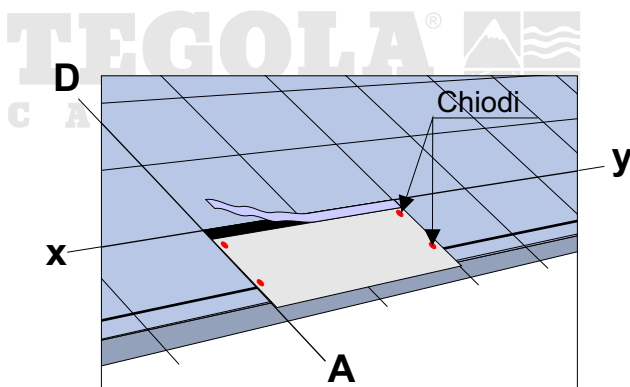
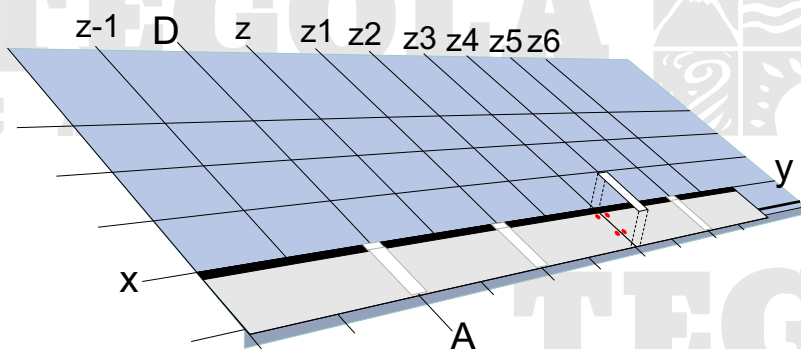
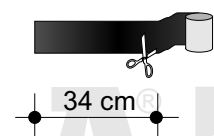

Fig. 4 - Posa della prima tegola Compact
Fig. 6 - Applicazione del Compact Strip
Fig. 7 - Taglio del "Compact Strip"
- La posa della prima fila di tegole inizia allineando la tegola ZT zinco titanio Compact alla linea centrale AD (fig. 4) e chiodare come in figura 5;
- Prima di procedere con la posa della seconda fila di tegole togliere la protezione della fascia autoadesiva (fig. 4), e, preparati dei pezzi da 34 cm di "Compact Strip" (fig.7), applicarli al centro sulla giunzione tra le tegole (fig.6). Il "Compact Strip" deve aderire bene alla tegola, se necessario fare pressione con le mani. Lo strato superiore ed antiaderente del "Compact Strip" non deve essere tolto.